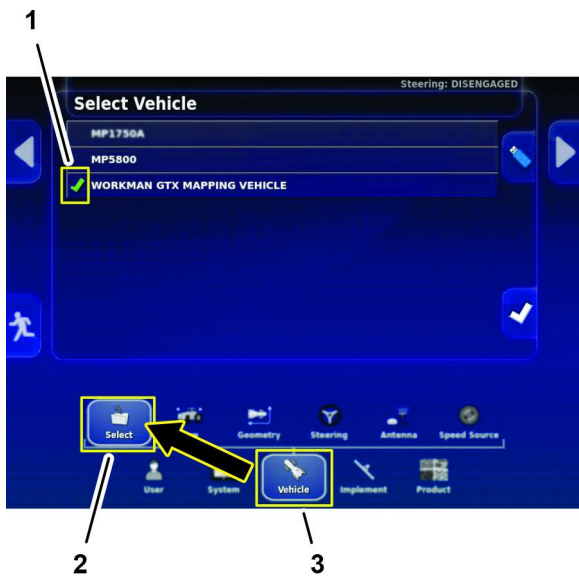

Рисунок 202
1. На экране настройки нажмите значок машины и значок выбора (рис. 202). Значок VEHICLE (МАШИНА) и значок SELECT (ВЫБОР) (Рисунок 202).